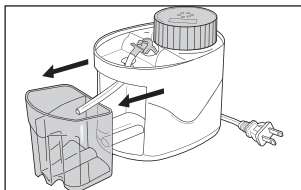

Fig. 4
6. Quite el segundo tanque de llenado, Fig. 4.